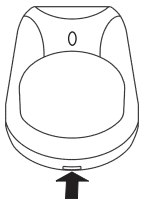

Рисунок 3
- Снимите крышку извещателя, отжав отверткой фиксатор крышки через отверстие, расположенное в нижней части основания извещателя (рис. 3).